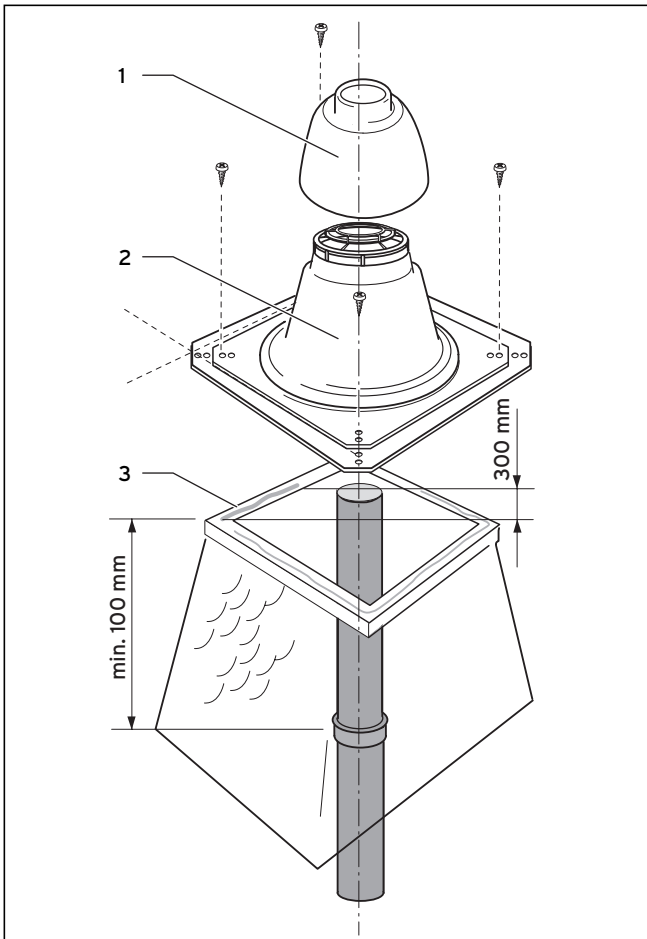

Bild 5.39 Montage av skorstenshuv
- Fortsätt att montera ihop rör tills dess att det under röret kan anslutas till stödböjen och det övre röret i skorstenshuvens enligt bild 5.39.